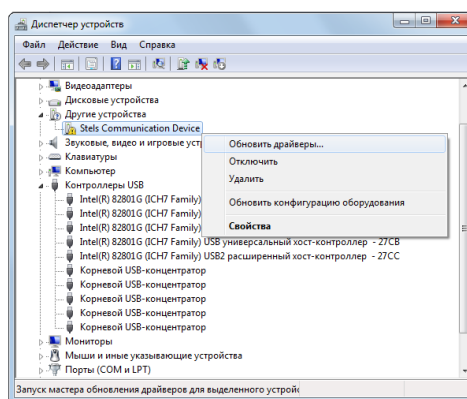

Рис. 5.3. Окно *Диспетчер устройств*
3. Откройте окно *Диспетчер устройств* (меню *Пуск* → *Панель управления* → *Диспетчер устройств*). В дереве устройств щелкните правой кнопкой мыши по строке *Stels Communication Device* и в появившемся меню выберите *Обновить драйверы* (рис. 5.3).